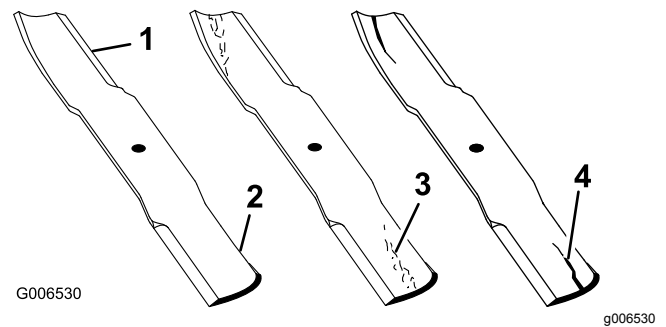

Figura 112
1. Inspeção as extremidades de corte (Figura 112).
4. Se verificar quaisquer fissuras, desgaste, ou a formação de ranhuras nesta área instale imediatamente uma lâmina nova (Figura 112).